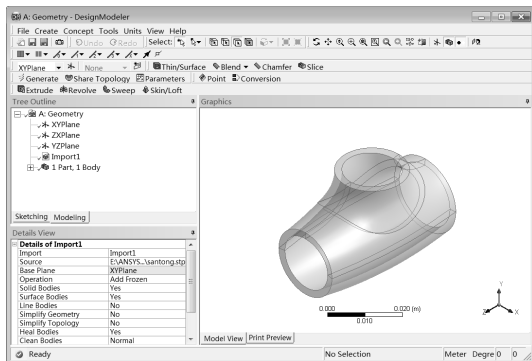

图 2-65 模型显示
Step3：双击项目 A 中的 A2Geometry 栏，启动 DesignModeler，单位选择 mm，关闭“单位设置”对话框，DesignModeler 平台显示的模型如图 2-65 所示。